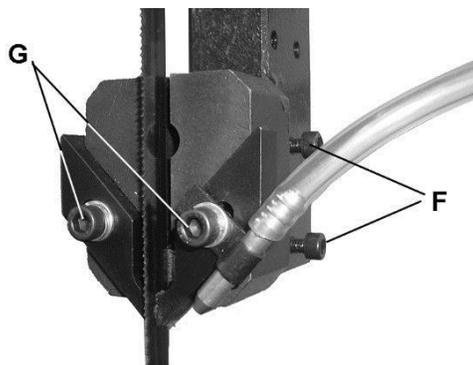

Figure 9
2. Desserrer les deux vis de réglage (F, Figure 9) et régler le guide de façon à ce que les guides-lame soient à l'arrière des dents de la scie. Les guides-lame doivent être réglés suffisamment vers l'arrière pour dégager la lame de scie même pendant l'opération de coupe, lorsque la lame dévie vers l'arrière.
3. Serrer les deux vis (F, Figure 9).
5. Desserrer les deux vis TC à 6 pans (G, Figure 9) et régler chaque doigt en direction de la lame. Ils ne doivent pas être en contact avec la lame. Régler un jeu de 0,25mm de chaque côté.
6. Resserrer les deux vis (G, Figure 9) une fois le bon réglage effectué. Assurez-vous que le réglage de la buse d'air n'a pas été modifié et que le flux d'air est dirigé vers la coupe.